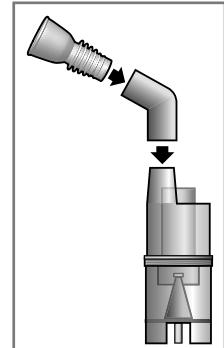

Рис. 2
- Присоедините мундштук для ингаляции к разъему в верхней части небулайзера (рис. 2). В зависимости от типа ингаляции, используйте либо мундштук, либо насадку для носа, либо маску. Небулайзер держите вертикально или присоедините к корпусу прибора с помощью углового держателя. При использовании маски для ингаляций муфту использовать не нужно – маска присоединяется непосредственно к верхней части небулайзера.